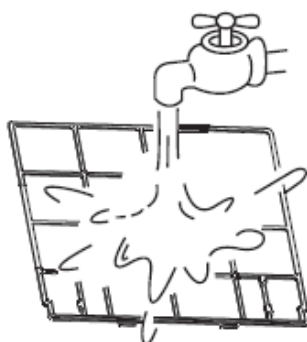

Fig.6-3
- *Intagssidan ska vara riktad nedåt om man använder vatten (bild 6-3).*